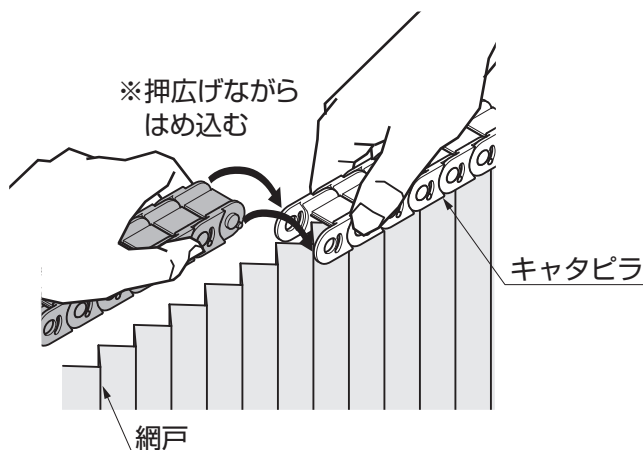

図3-9 キャタピラのはめ方
- はめ込むときは、図3-9のように押広げながらはめ込むと、簡単にできます。